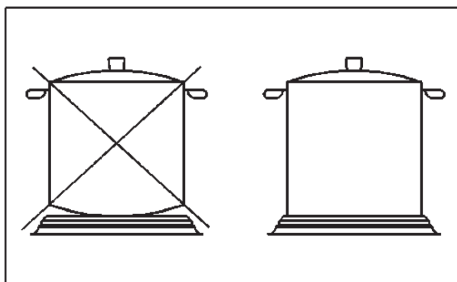

FIG. 6
Los planos mixtos están equipados con una plancha eléctrica normal o rápida, mandada por un conmutador de 7 posiciones (véase fig. 6b). Para encenderla hay que poner el mando en la posición deseada. En el frente, al lado del mando, hay un esquema serigrabiado que indica la posición de la plancha (véase fig. 6). Un testigo de color rojo indica si la plancha está encendida.
- Utilizar ollas con fondo plano y grueso (véase fig. 6).